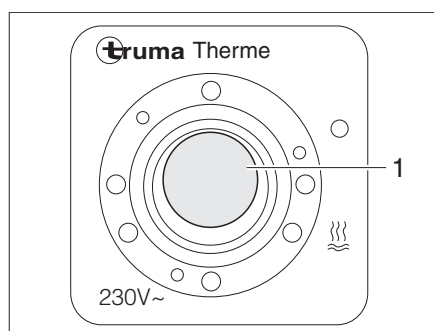

Fig. 122 Conmutador de mando para calentador Therme
El modo de funcionamiento eléctrico se conecta con el conmutador de mando (Fig. 122). La luz de control (Fig. 122,1) del interruptor tiene que encenderse.
- Conectar el conmutador de mando (Fig. 122). La luz de control (Fig. 122,1) del interruptor se enciende.
- Desconectar el conmutador de mando (Fig. 122). La luz de control (Fig. 122,1) en el interruptor se apaga.
- Desconectar el conmutador de mando (Fig. 122). La luz de control (Fig. 122,1) en el interruptor no está iluminada.